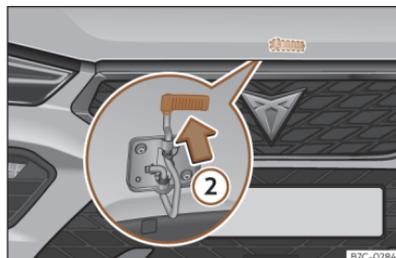

Fig. 192 Levier sous le capot.
- Pour soulever le capot-moteur, appuyez vers le haut sur le levier situé au-dessous du capot >>> **fig. 192 ②**. Le crochet de fixation est alors déverrouillé.